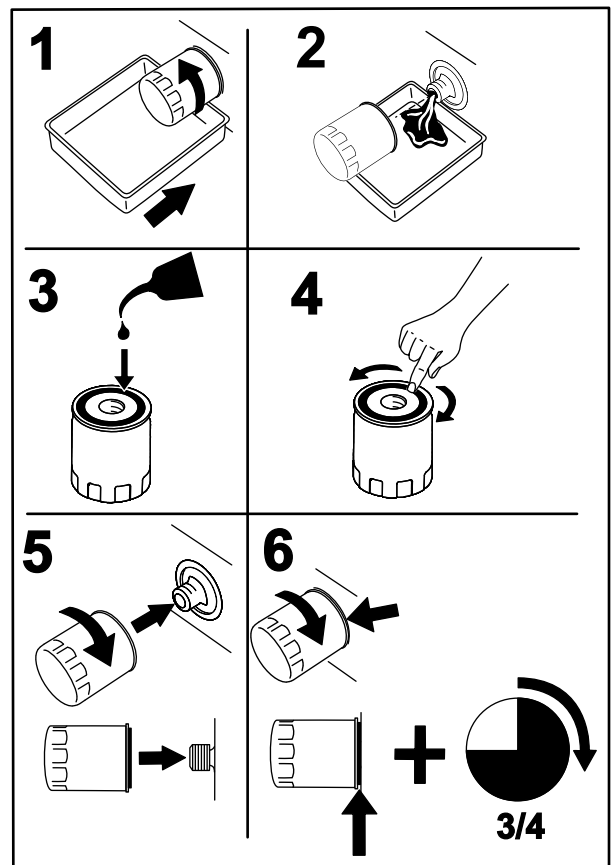

Figura 42
4. Coloque un recipiente debajo del filtro de aceite, y gire el filtro en sentido antihorario para retirarlo (Figura 42).